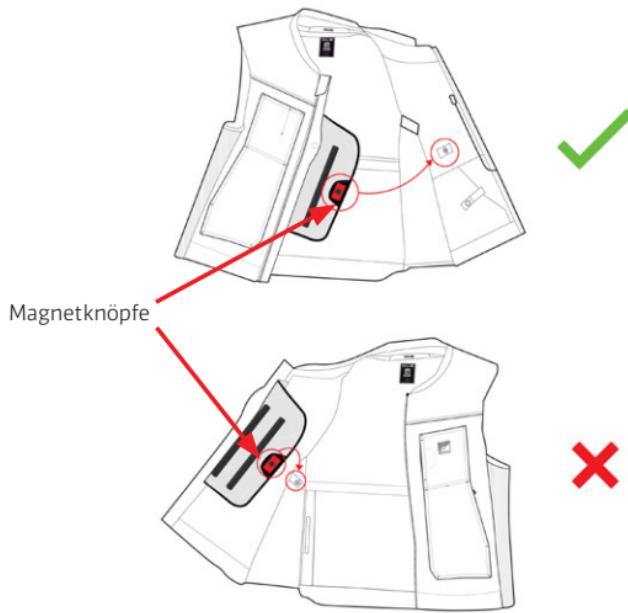

Abbildung 9
1. Legen Sie das System an und befestigen Sie den Airbag im Brustbereich, indem Sie den Magnetische Brusttaste (9) mit dem linken Magnetischen Taste Links (11) an der Weste verbinden (Abbildung 9).
2. Schließen Sie den Aktivierungsklappe (1) von unten nach oben und warten Sie, bis sich das System einschaltet.
3. Das korrekte Schließen des Aktivierungsklappe (1) und das Einschalten des Systems werden durch das Einschalten der LED-Anzeige (2) und durch das Vorhandensein einer Vibration in demselben Bereich signalisiert
4. Nach dem Einschalten des Systems ist die LED-Anzeige (2) zu überprüfen, um sicherzustellen, dass das System korrekt gestartet wurde (siehe Abschnitt 13 "LED-Anzeigen"). Insbesondere muss sich der Benutzer vergewissern, dass nach dem Einschalten des Systems kein Systemfehler vorliegt.